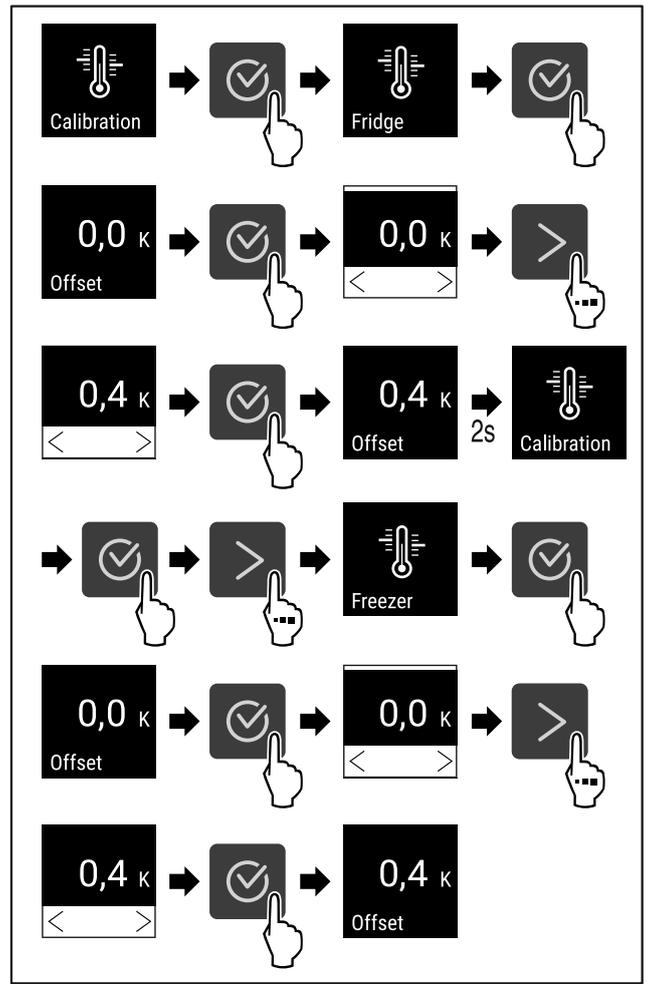

Fig. 124
- ▶ Handlungsschritte (siehe Fig. 124) durchführen.